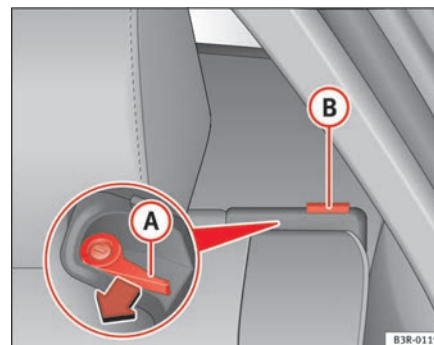

Fig. 118 Sbloccaggio dello schienale posteriore.
- Premere la leva di sbloccaggio nella direzione indicata dalla freccia (A ⇒ pag. 147, fig. 118).